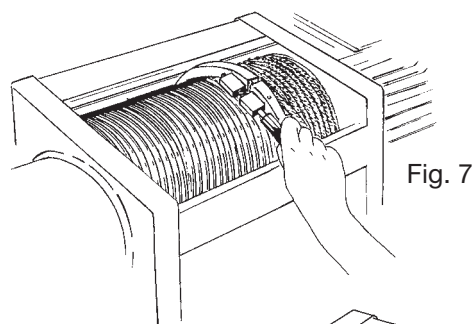
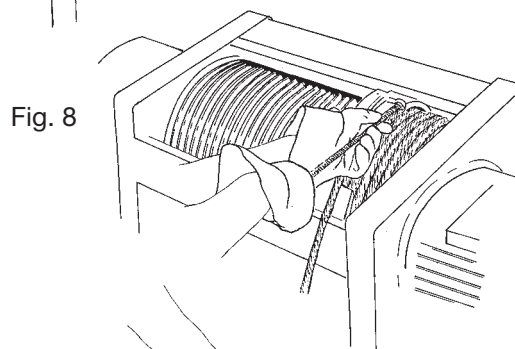
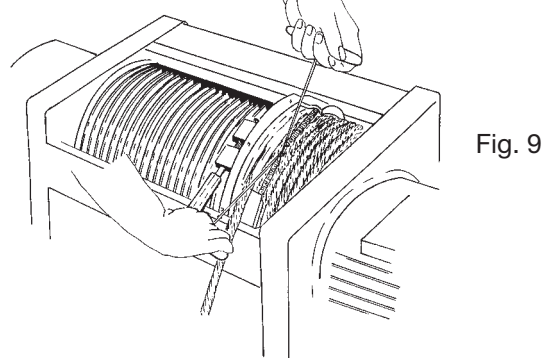
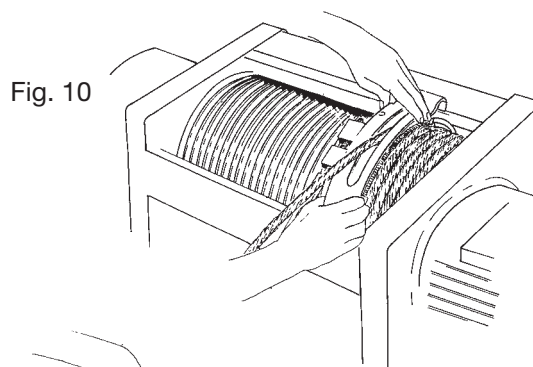

Fig. 7
Fig. 8
Fig. 9
Fig. 10
Avvicinare l'anello con l'apposita pinza a 2 becchi, utilizzando i 2 fori posti alle estremità dell'anello (Fig. 7). Montare la molla stringifune nell'apposita cava posta all'interno dell'anello, (Fig. 8) e chiudere la stessa agganciandola (Fig. 9). Applicare il pattino guidafune (Fig. 10) e stringere le viti pos. 1 (Fig. 11).